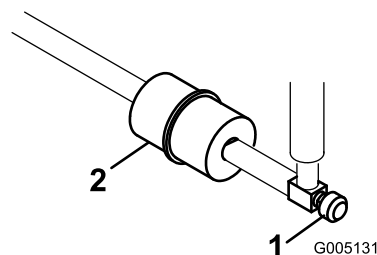

図 35
インラインタイプの燃料フィルタが、燃料タンクとキャブレタの間に設置してあります 図 35。
1. 燃料バルブを閉じる 図 35。
2. フィルタの下に回収容器を置き、フィルタのキャブレタ側のホースクランプをゆるめて燃料ラインからフィルタを外す (図 35)。
3. もう一方のホースクランプをゆるめてフィルタを取り出す 図 35。